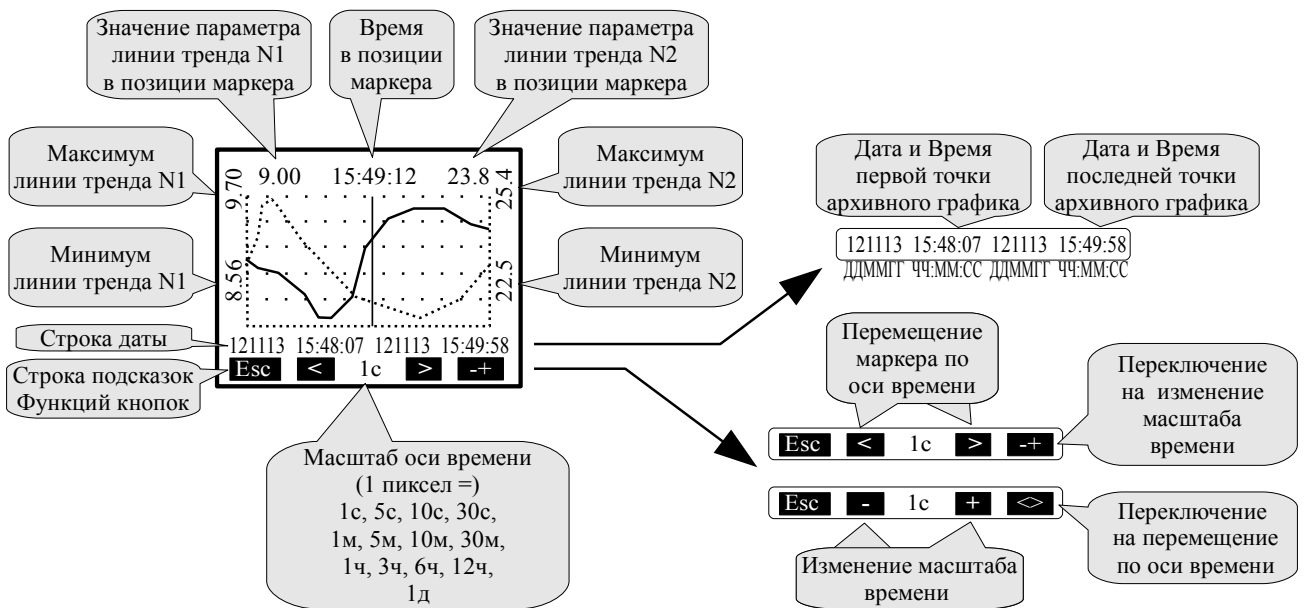

Рисунок 5 - Описание элементов управления и отображения данных в подменю «Просмотр архива»
- **Просмотр архива** - в этом режиме просматривается архив. Правая кнопка  позволяет переключать режим управления маркером: кнопками  и  либо изменяется интервал дискретности по времени, либо перемещается маркер, указывающий на время просмотра и значения измеряемых параметров в это время (смотри Рисунок 5).